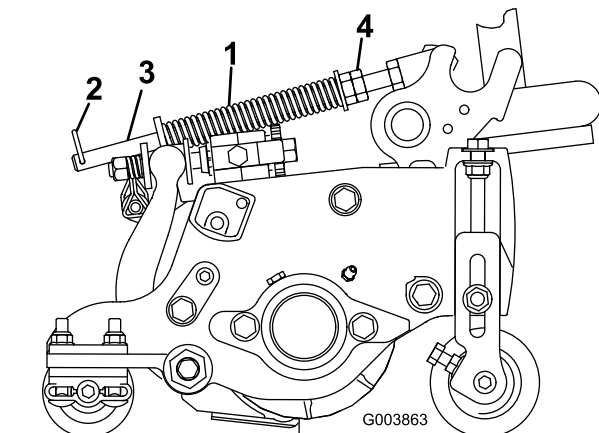

Bild 21
Die Rasenkompensierungsfeder (Bild 21) verlagert das Gewicht von der Front- zur Heckrolle. Dies reduziert ein Bobbing genanntes Wellenmuster auf der Grünfläche.
- Stellen Sie sicher, dass der Splint in das hintere Loch in der Federstange eingesetzt ist (Bild 21).
- Ziehen Sie die Sechskantmuttern vorne an der Federstange an, bis die komprimierte Länge der Feder 15,9 cm beträgt, siehe Bild 21.